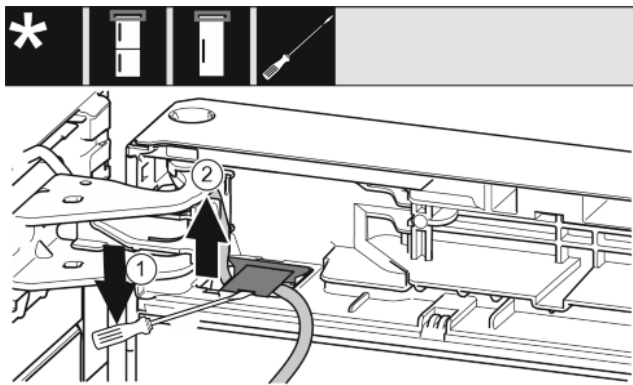

Fig. 17
- ▶ Con el destornillador para tornillos de cabeza ranurada, elevar la cubierta y extraerla. Fig. 17 (1)
- ▶ Extraer el cable. Fig. 17 (2)